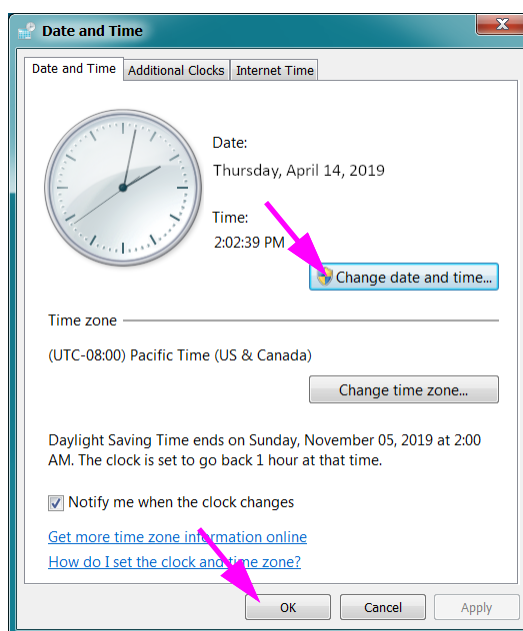

图 2-31. Date and Time Properties（日期和时间属性）对话框
1. 单击 **Control Panel**（控制面板）> **Date and Time**（日期和时间）。出现 Date and Time（日期和时间）对话框。请参见图 2-31。
4. 单击 **OK**（确定）以返回到 Date and Time（日期和时间）对话框。请参见图 2-31。